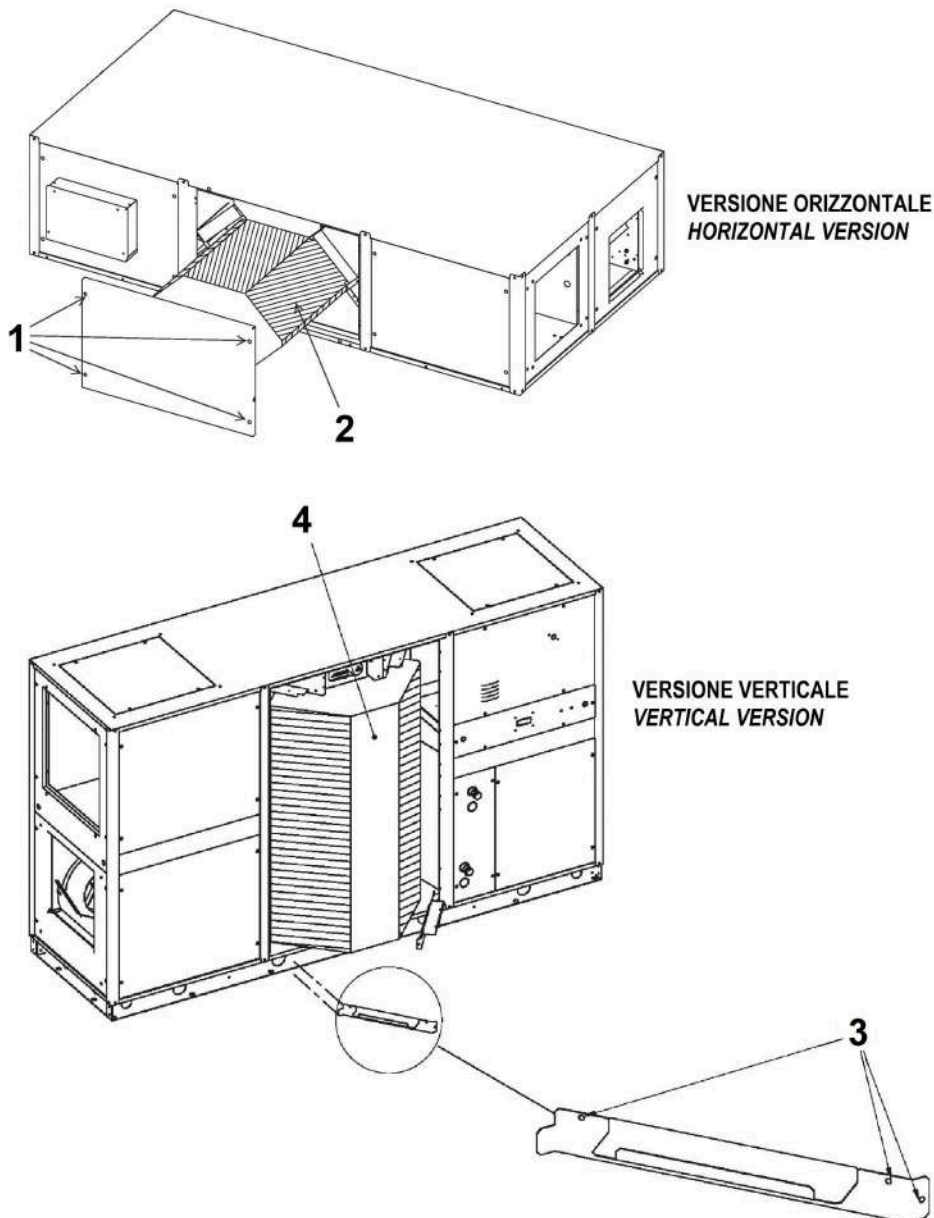

Fig.40
10.4.1 VERIFICA DEL RECUPERATORE SERIE "OTA1 E CFRE+" (Fig. 40)
- Togliere il pannello laterale centrale (1) rimuovendo le viti.
- Solo per la serie verticale, togliere le viti dei fermi di sicurezza del recuperatore (3), posizionati alla base dello stesso.
- Estrarre delicatamente il recuperatore (2) e (4) aiutandosi con delle ventose di grande superficie dotate di maniglia, in modo da non danneggiarlo.
10.4.1 "OTA1 AND CFRE+" SERIES HEAT EXCHANGE VERIFICATION (Fig. 40)
- Remove the center side panel (1) by removing the screws.
- Only for the vertical series, remove the screws of the safety stops of the heat exchange (3), placed at the base of the same.
- Slowly extract the heat exchange (2) and (4) by helping with suction cups with a large surface and with handle, so as not to damage it.